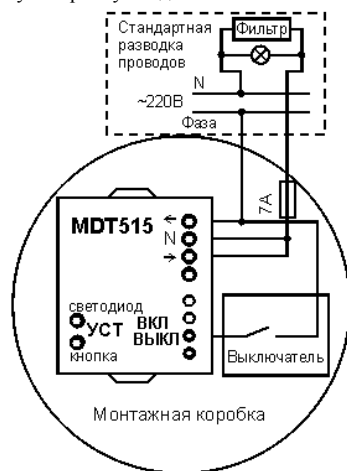

Рис. 2. Схема подключения модуля без нуля сети.
2. Подключить провода согласно рис. 2, 3, 4, 5;